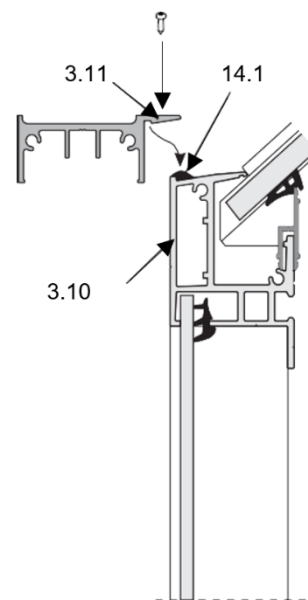

Abb.62
- Silikon (**14.1**) auf dem Traufprofil (**3.10**) über die ganze Länge der Türlaufschiene (**3.11**) abdichten. (Abb.62)